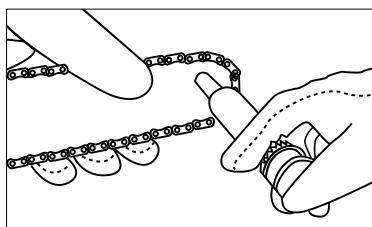

Fig. 28
3. Placez la buse en forme d'aiguille d' injecteur d'huile dans le trou de lubrification et introduisez la graisse jusqu'à ce qu'elle apparaisse sur le bord extérieur de la roue dentée de guide-chaîne (fig. 28)